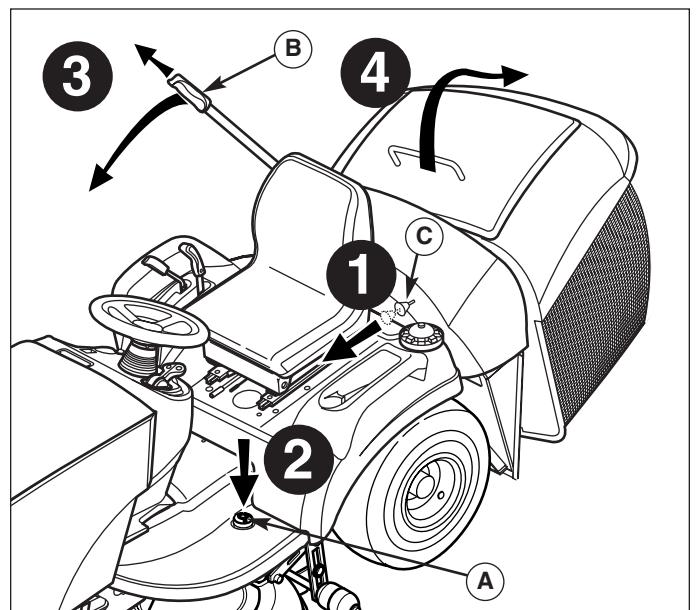

Abb. 13. Entleeren des Fangkorbs
1. Den Ausbalkenknopf (C) der Auffangvorrichtung nach vorne schieben, um die Auffangvorrichtung aus den hinteren Stützarmen zu lösen.
2. Sperrpedal zum Entleeren der Auffangvorrichtung (A, Abb. 13) drücken.
3. Mit dem Hebel (B) der Auffangvorrichtung diese ein wenig öffnen.